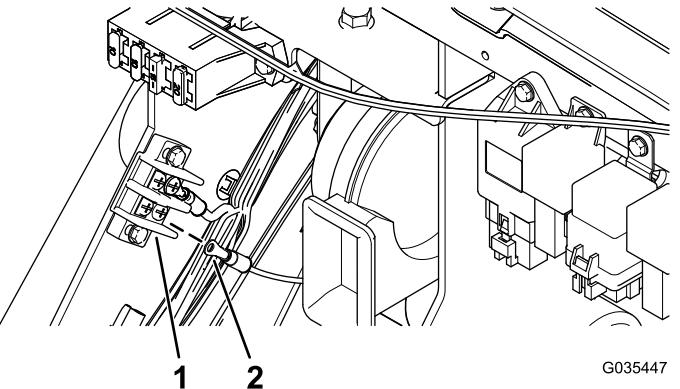
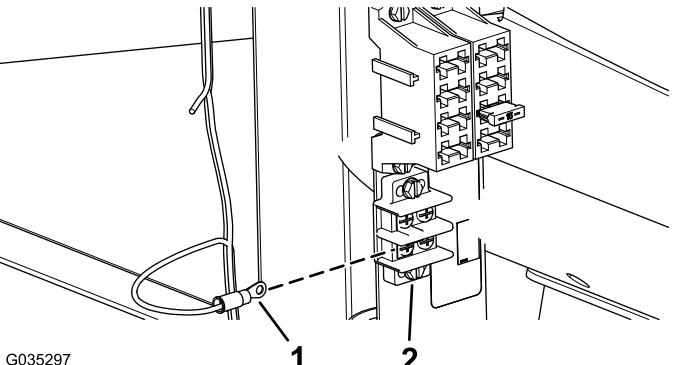

Figure 12
Figure 13
2. Connectez la cosse en anneau du faisceau de câblage au bornier de masse (Figure 12 ou Figure 13).